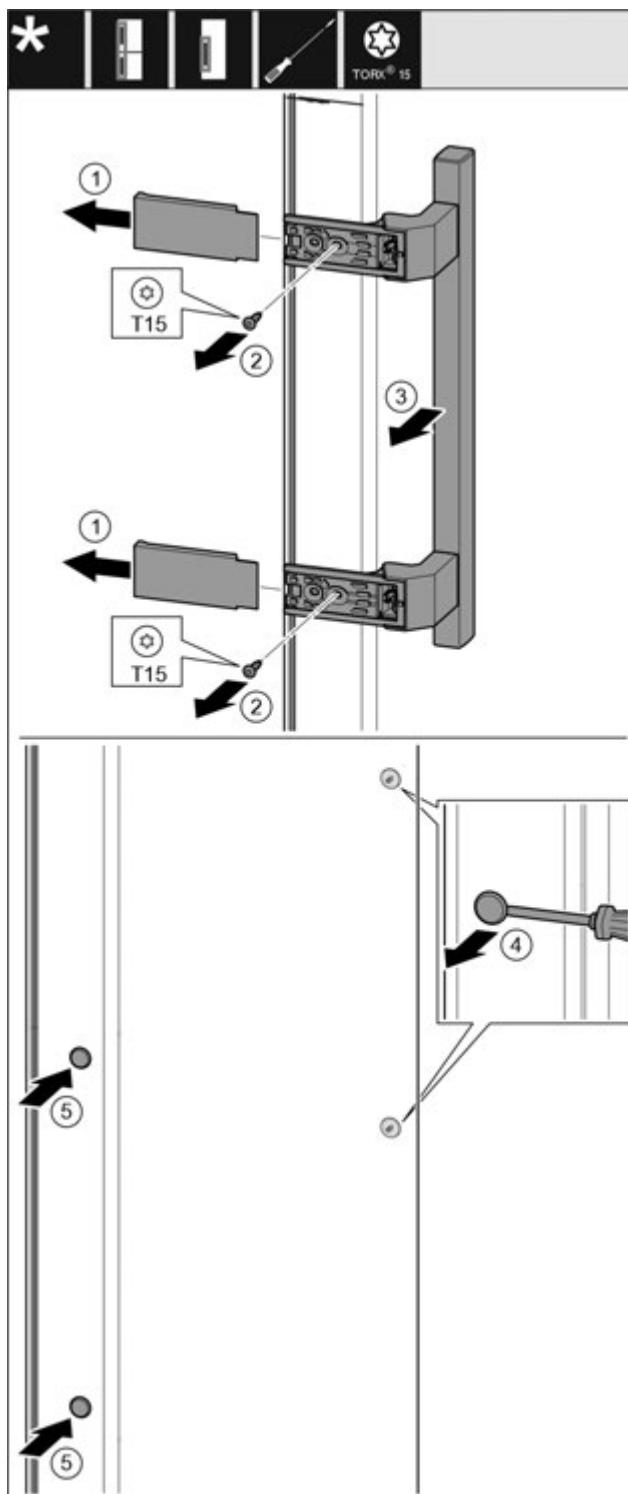

Fig. 11
- Зніміть кришку. Fig. 11 (1)
- Викрутіть гвинти за допомогою викрутки Torx 15. Fig. 11 (2)
- Зніміть ручку. Fig. 11 (3)
- За допомогою шліцевої викрутки обережно підніміть бокову заглушку та витягніть її. Fig. 11 (4)
- Вставте заглушки з іншого боку. Fig. 11 (5)